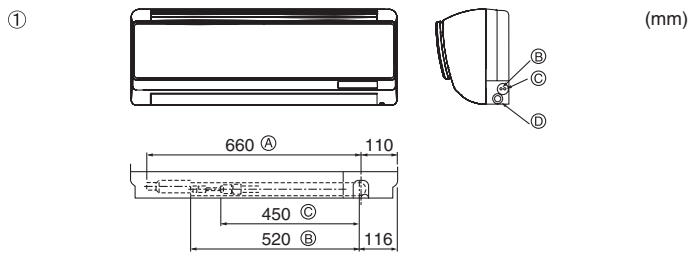
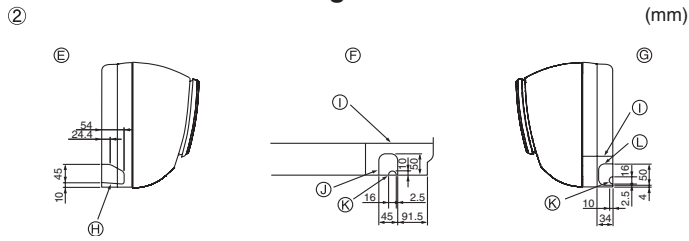
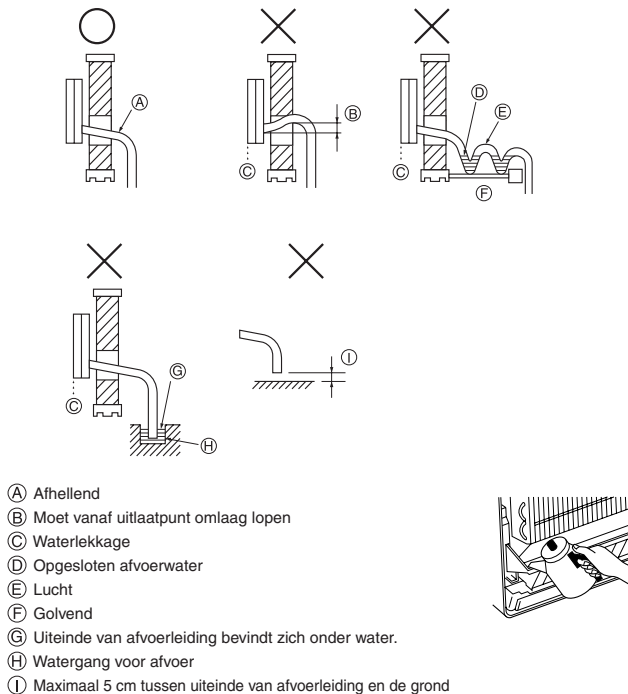

Fig. 4-2
Fig. 4-3
Fig. 4-4
- ① Plaats van de koelstof- en afvoerpijpen (Fig. 4-2)
- (A) (Totale lengte van de flexibele slang)
- (C) Gaspijp
- (B) Vloeistofpijp
- (D) Afvoerslang
- ② De plaats van de doordrukopeningen op het apparaat bepalen. (Fig. 4-3)
- (E) Pijpaansluiting aan de linkerkant
- (F) Pijpaansluiting aan de onderkant
- (G) Pijpaansluiting aan de rechterkant
- (H) Doordrukopening voor pijpaansluiting aan de linkerkant
- (I) Hoekdoos
- (J) Doordrukopening voor pijpaansluiting aan de onderkant
- (K) Doorlaatopening voor de kabel van de afstandsbedieningseenheid
- (L) Doordrukopening voor pijpaansluiting aan de rechterkant
4.3. Afvoerpijpen (Fig. 4-4)